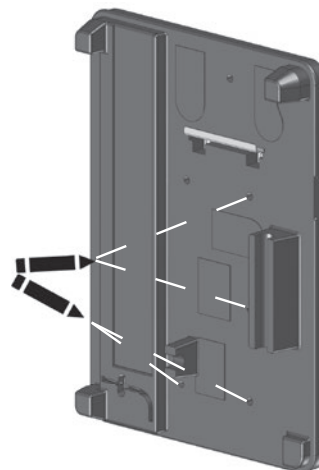
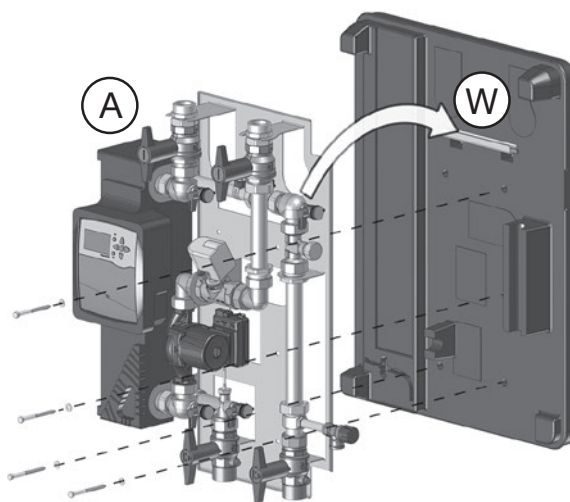

Fig. 4.5: Utiliser la partie arrière de la coquille d'isolation comme gabarit de perçage pour la fixation du groupe de robinetterie
Fig. 4.6: Suspendre le groupe de robinetterie à l'équerre murale
8. Suspendre la partie arrière de la coquille d'isolation (U) à l'équerre murale (W) fixée et l'utiliser comme gabarit de perçage pour les quatre vis prévues pour la fixation du groupe de robinetterie (A) (Fig. 4.5). L'embase et la partie arrière de la coquille d'isolation présentent six perçages.
9. Sélectionner et marquer quatre perçages. Démontez la partie arrière de la coquille d'isolation (U) de l'équerre murale (W), réaliser les perçages et les munir de chevilles (jointes)
10. Suspendre la partie arrière de la coquille d'isolation (U) à l'équerre murale (W).
11. Suspendre le groupe de robinetterie (A) à l'équerre murale (W) et le fixer sur le mur à l'aide de quatre vis M 8 x 100 et rondelles (jointes) (Fig. 4.6).